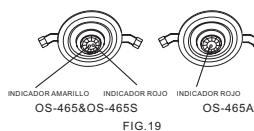

FIG. 19
1. Hay dos LEDs indicadores en el OS-465, uno es de color rojo y el otro amarillo. El rojo indica que el circuito de carga (L) está activo. El amarillo indica que el circuito de cargall (D1-D2) está activo. Ambos LEDs se encenderán cuando se produzca una detección, pero cada LED se apagará de acuerdo al tiempo que se haya ajustado la perilla TIME correspondiente. (Ver FIG. 19)